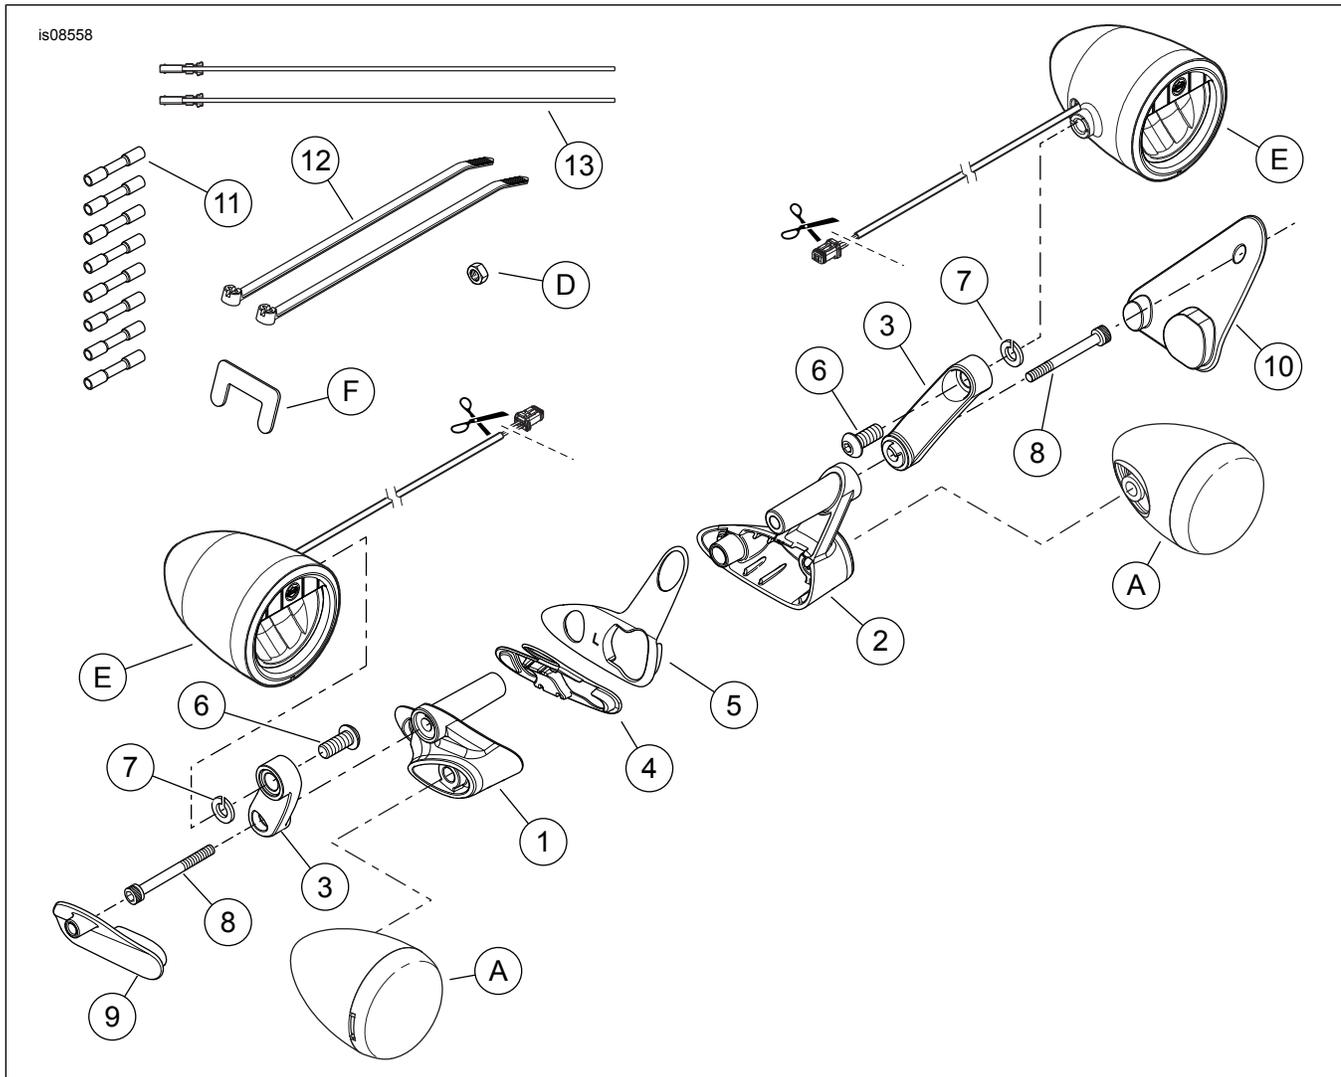

Figura 7. Parti di ricambio, Kit luci ausiliarie a LED per modelli Road Glide
5. Consultare Figura 7. Prelevare le guide di foratura (9, 10) dal kit. Temporaneamente, posizionare una guida di foratura nelle cavità di montaggio dell'indicatore di direzione corretto, su un lato della carenatura. Prendere nota delle aree dove la guida di foratura si trova a contatto con la vernice della carenatura.